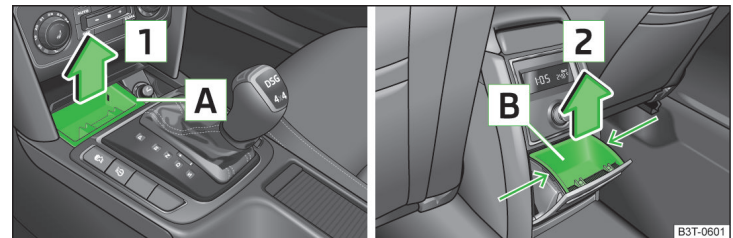

Abb. 86 Mittelkonsole: Aschenbecher vorn / hinten
- Den Aschenbechereinsatz im Bereich [A] » Abb. 86 fassen und in Pfeilrichtung [1] herausnehmen.
- › Den Aschenbechereinsatz B » Abb. 86 im mit Pfeilen gekennzeichneten Bereich fassen und in Pfeilrichtung Z herausnehmen.